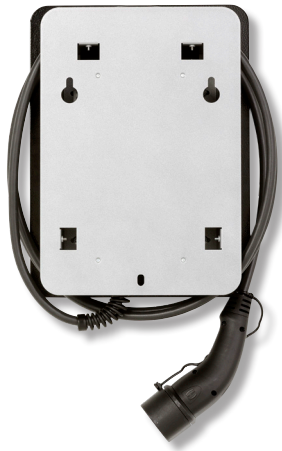

Abbildung 3: Bohrplan der Wallbox® LEO
1. Die drei Befestigungsbohrungen (Abb. 3) laut Bohrplan anzeichnen.